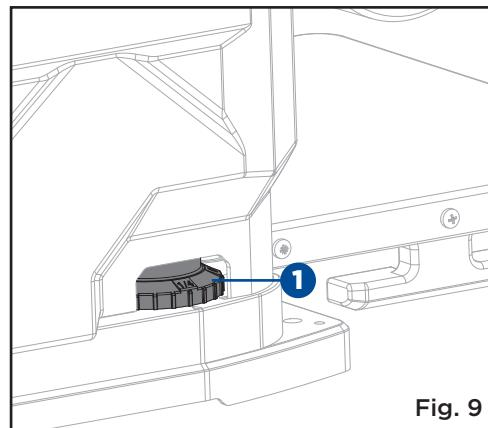

Fig. 9
- tournez l'étiquette circulaire sur la poignée de réglage de la tête de coupe (1) jusqu'à ce que la marque « 0 » s'aligne sur la flèche sur le dessus de l'outil. N'apportez aucun autre réglage à la raboteuse.
- tournez la poignée de réglage de la tête de coupe (1) dans le sens horaire jusqu'à ce que la marque de 1/16 po (1,6 mm) s'aligne sur la flèche.
**BUTÉE DE TOURELLE (Fig. 9)**
- Votre raboteuse est équipée d'une butée de tourelle (1), pour raboter plusieurs planches à la même profondeur prédéfinie. Les butées sont réglées à 0 po, 1/4 po (6,4 mm), 1/2 po (12,7 mm), 3/4 po (19 mm), 1 po (25,4 mm) et 1 1/4 po (32 mm).